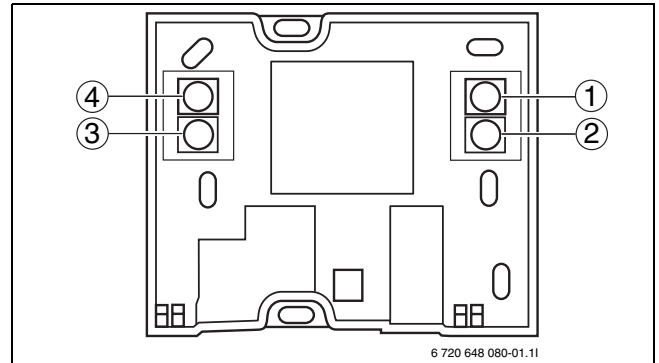

Fig. 42 Conexiones
- Tenga cuidado y conecte el sensor de temperatura ambiente del modo correcto de modo que +12V, CANH, CANL y GND queden conectados a sus respectivas conexiones del modo indicado en la fig. 42 ([31-34] o [35-38]) en la tarjeta de circuitos. Consultar el diagrama Conexiones externas en el manual de instalación de la bomba de calor. Para una descripción de CAN BUS LCD, consulte el manual de instalación de la bomba de calor.